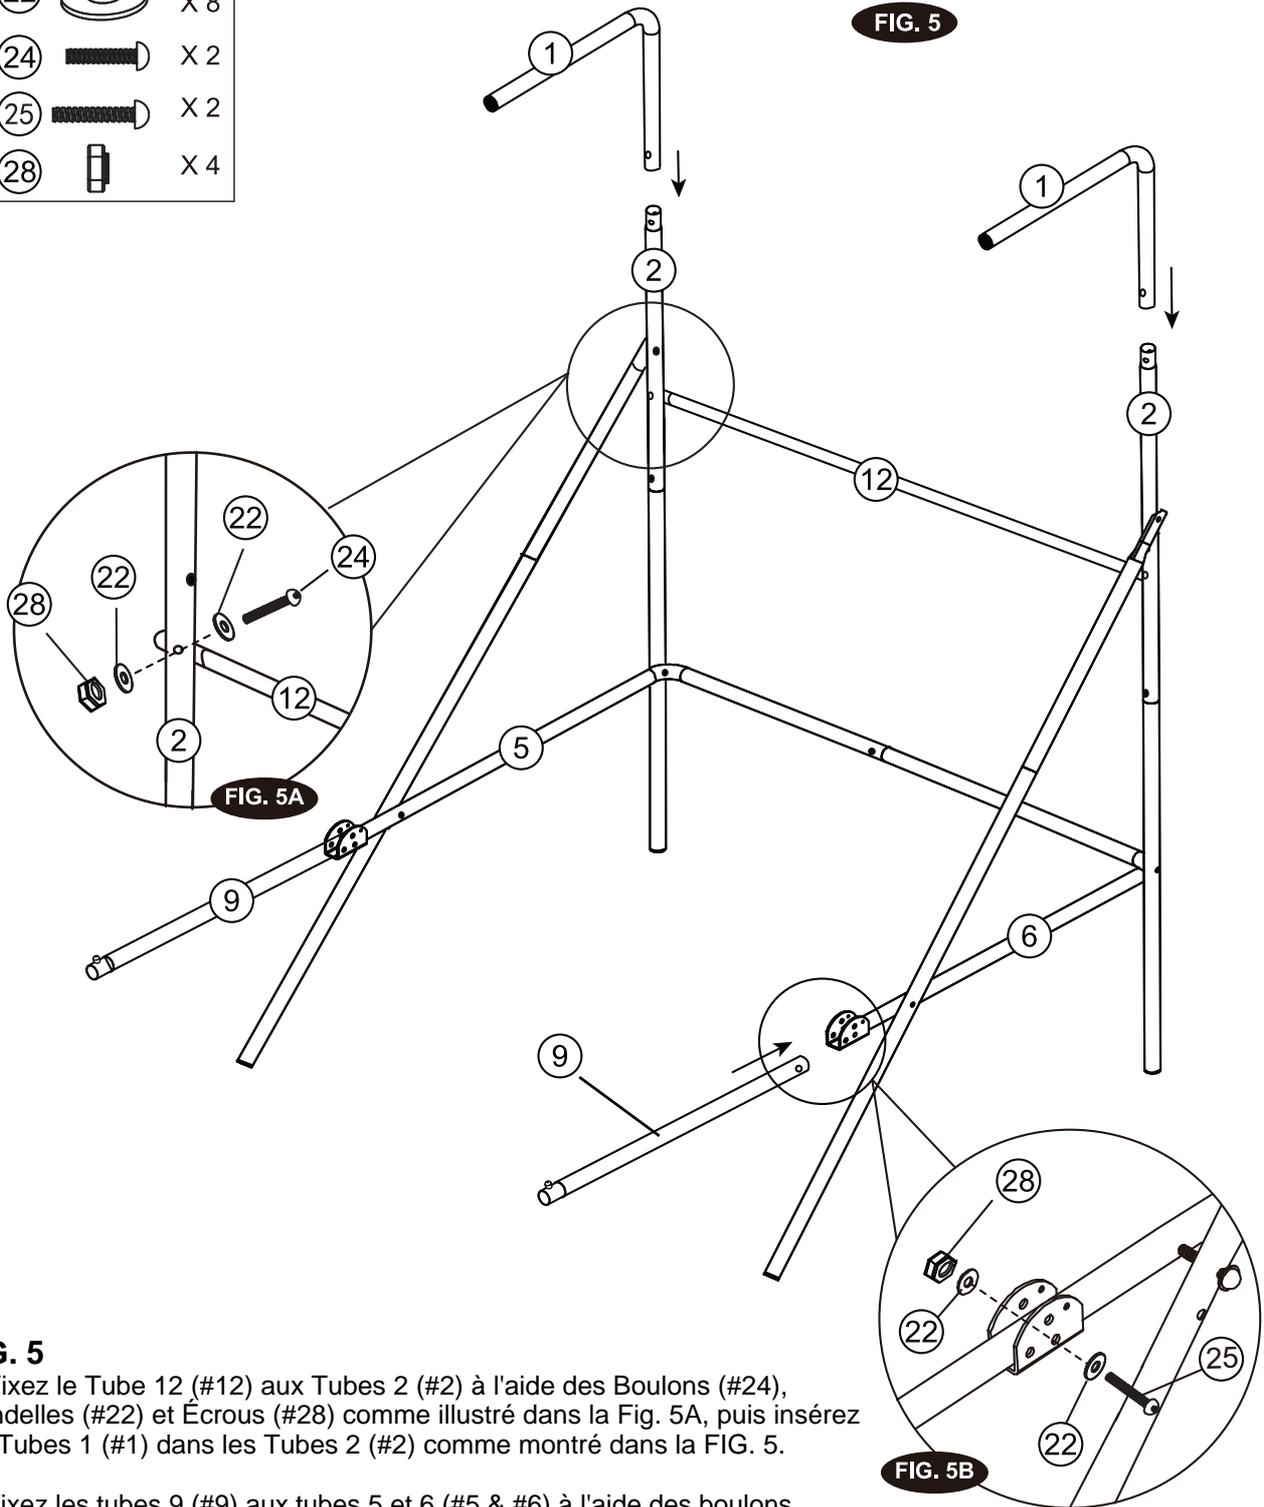

FIG. 5
8. Fixez le Tube 12 (#12) aux Tubes 2 (#2) à l'aide des Boulons (#24), Rondelles (#22) et Écrous (#28) comme illustré dans la Fig. 5A, puis insérez les Tubes 1 (#1) dans les Tubes 2 (#2) comme montré dans la FIG. 5.
9. Fixez les tubes 9 (#9) aux tubes 5 et 6 (#5 & #6) à l'aide des boulons (#25), des rondelles (#22) et des écrous (#28) comme indiqué sur la FIG. 5 et 5B.